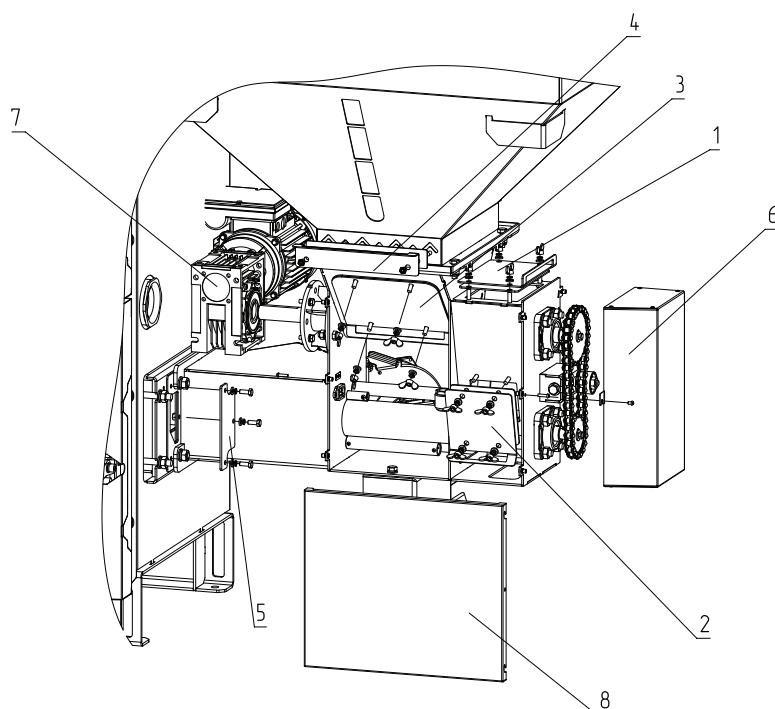

Рис.17 Обслуживание механизма подачи
- Для замены двигателя (**Рис.17, поз.7**) необходимо снять его с адаптера, предварительно открутив крепежи М6. Отключить разъём двигателя. Заменить сломанную деталь или весь узел. В случае замены двигателя, жгут выходящий из распределительной коробки двигателя необходимо переставить со сломанного в новый (рекомендуется записать или сфотографировать схему подключения перед снятием двигателя).
- При полном заклинивании шнека, необходимо выключить котел, снять заглушки (**Рис.17, поз.1; 2; 3**). Проверить шнеки на наличие инородных предметов и ниток от мешков, которые могут затруднить движение топлива по механизму подачи. Удалите инородные предметы и установите заглушки.
- При необходимости снять бункер, если в нем находится топливо, необходимо открутить заглушку стоп-топлива (**Рис.17, поз.4**).
- Для обслуживания цепи и подшипников, необходимо снять крышку передаточного узла (**Рис.17, поз.6**).
Внимание! Когда узел не обслуживается крышка передаточного узла (**Рис.17, поз.6**) должна оставаться закрытой, чтобы избежать травм и для защиты смазанных узлов от воздействия пыли и грязи.
- Для замены ТЭНы авторозжига необходимо снять заглушку (**Рис.17, поз.5**), открутив винты М5. Затем извлечь ТЭНу из окошка и заменить на новую.